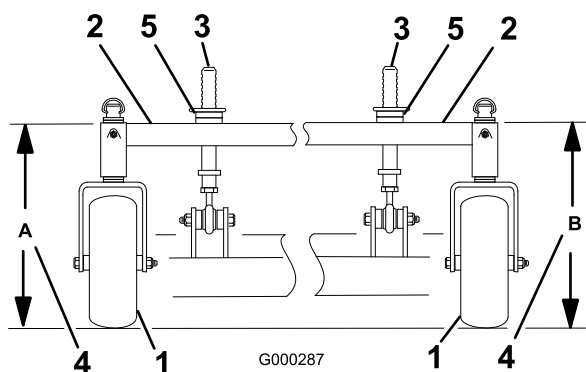

Figura 81
4. Mida la altura del bastidor de tiro en la posición **A** (Figura 81).
5. Mida la altura del bastidor de tiro en la posición **B** (Figura 81).